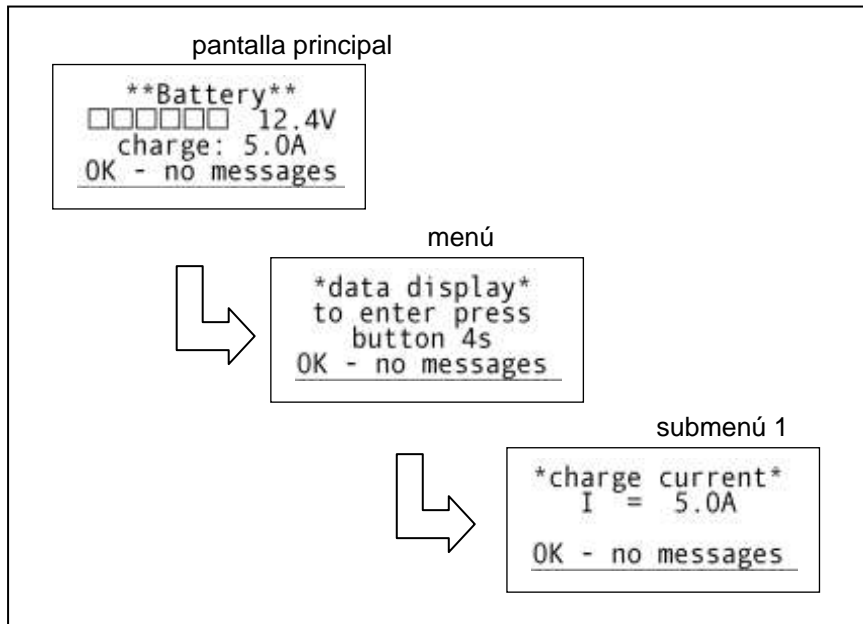

ilustración 14
3. Intensidad de carga (ilustración 14)